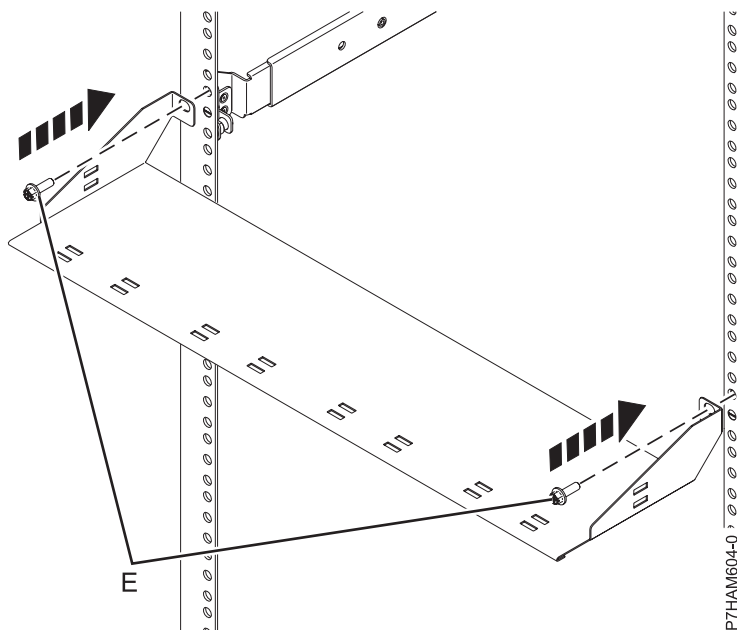

Figure 7. Fixation du passe-câbles
- g. A l'arrière de l'armoire, positionnez le passe-câbles sur les cornières arrière de l'armoire, en alignant les trous de montage du passe-câbles sur les trous supérieurs de la bande EIA contenant le boîtier, comme indiqué sur la figure 7. Les vis de fixation (E) doivent passer dans les trous de montage du passe-câbles, puis dans les trous supérieurs des bandes EIA sur les cornières de l'armoire.